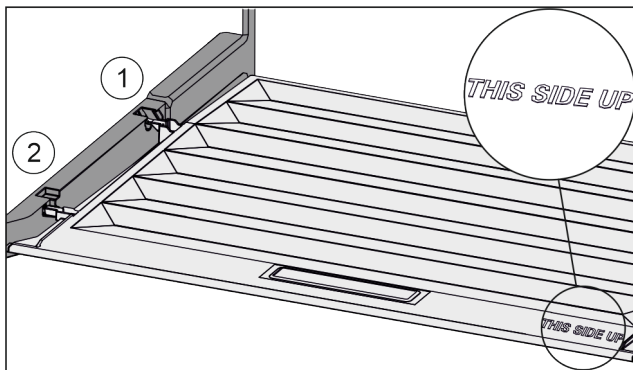

Fig. 125
- ▶ Inserire le nervature del coperchio attraverso l'apertura del supporto posteriore Fig. 125 (1) e innestare anteriormente nel supporto Fig. 125 (2).